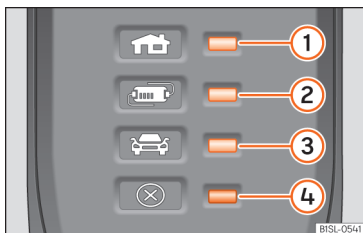

Рис. 63 На зарядному кабелі для розеток: Контрольні індикатори на захисному пристрої.
» **рис. 63:**
Електронний захисний пристрій » **рис. 63** утримує роз'єм без напруги до тих пір, поки його не вставлять у гніздо заряджання автомобіля.
Один чи кілька контрольних індикаторів » **рис. 63** ①, ② або ③ загоряються зеленим кольором.
Індикація » рис. 63	Значення
Індикація »» рис. 63	Значення
②, ④ блимають	Захисний пристрій сильно нагрівся.
Якщо процес заряджання продовжується з нижчим струмом, на додаток до індикатора роботи блимає червоним попереджувальна лампочка »» **рис. 63 ④**.
- Якщо відключення або зниження зарядного струму відбувається знову й причиною, вочевидь, не є вплив зовнішнього джерела тепла, зверніть увагу, який саме зелений індикатор блимає »» **рис. 63**. Щоб перевірити зарядний кабель, рекомендуємо звернутися до представника дилерської мережі SEAT. Щоб перевірити підключення зарядної інфраструктури, зверніться до установи, що спеціалізується на електроустановках.
Якщо попереджувальний індикатор ④ блимає червоним або горить, а один із контрольних індикаторів »» **рис. 63 ①, ②** або індикатор роботи ③, у свою чергу, не горить постійно, це свідчить про несправність.